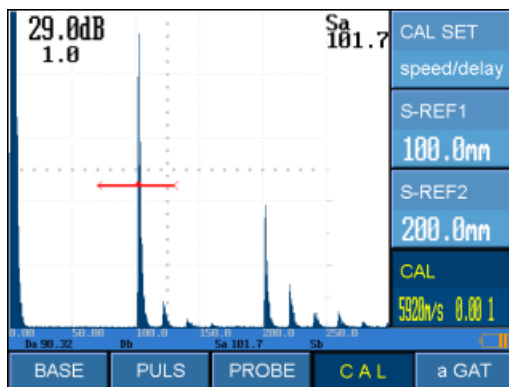

Abb. 6 Ausrichtung von Gate A auf das erste Rückwandecho
6. *Gate A* auf das erste Rückwandecho ausrichten und das Untermenü *Kalibrierung* mit der Taste [◀] auswählen (s. Abb. 6).